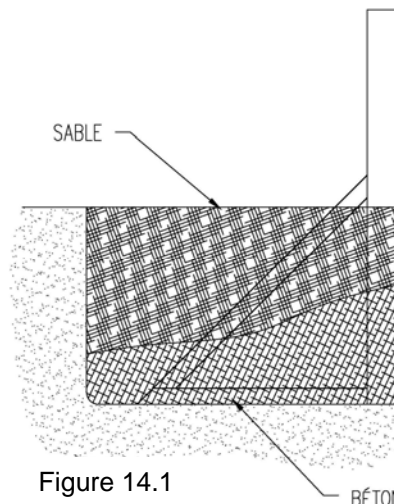

Figure 14.1
Dans les sections enfouies, épandez du béton autour des poteaux (J) et des supports de creusée (Q) (voir figure 14.1)